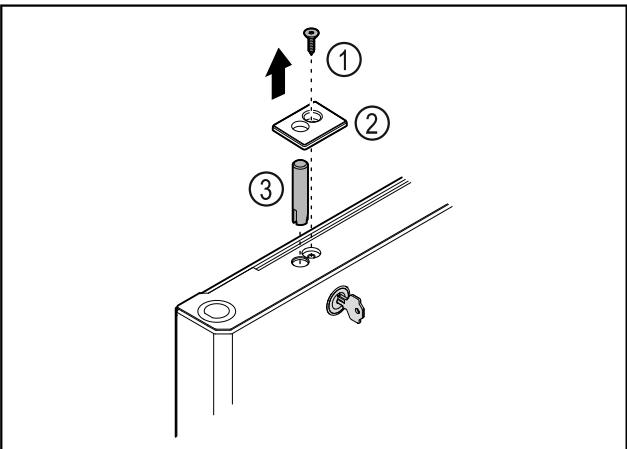

Fig. 38
- ▶ 移除螺栓 Fig. 38 (1)。
- ▶ 使用小型螺丝刀松开并取下盖板 Fig. 38 (2)。
- ▶ 拔出锁销 Fig. 38 (3)。